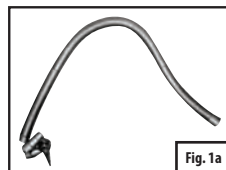

Fig. 1a - Mangueira e adaptadores de baixa pressão
- A sua bomba inclui 2 manguerias, com diferentes adaptadores de válvula. Familiarize-se com estes adaptadores de válvula antes de utilizar a bomba (consulte a Fig. 1a, 1b e 2a, 2b em baixo).
2. Escolha a mangueira/adaptador apropriado para a válvula de enchimento no produto (consulte as Figs. 1a, 1b, 2a e 2b).